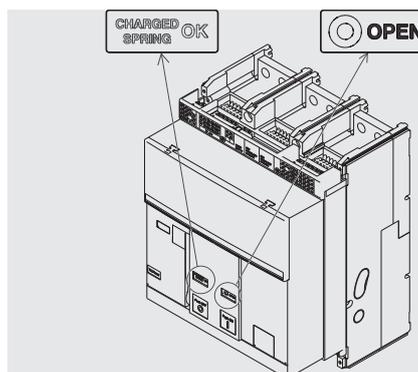

Abbildung 20
3. Sicherstellen, dass der Leistungsschalter ausgeschaltet ist (Anzeige aus/ein "O - OPEN"), und prüfen, dass die Federn gespannt sind (Federnanzeige "weiß - CHARGED SPRING") wie angezeigt in Abbildung 20.